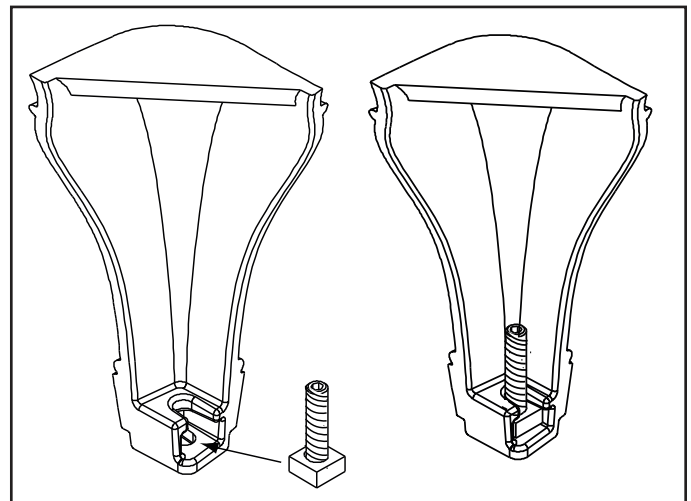

Figure 20.3
9. Glissez les assemblages de boulons/écrous Allen dans les fentes de deux des pieds, les écrous vers le bas (**Figure 20.3**).